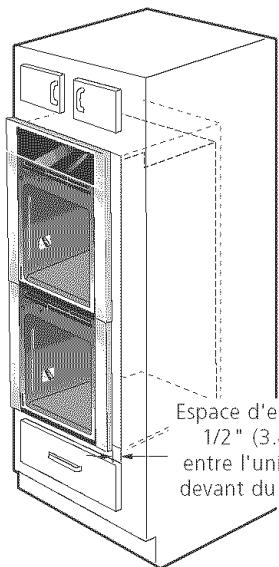

Figure 5
3. Insérez l'unité dans le découpage de l'armoire. Glissez l'unité vers l'intérieur en laissant un espace de 1 1/2 " (3.5 cm) entre le four et le devant de l'armoire (voir figure 5). Tout en glissant l'appareil vers l'intérieur, tirez le câble gainé à travers le trou du plancher de l'armoire et vers la boîte de jonction.